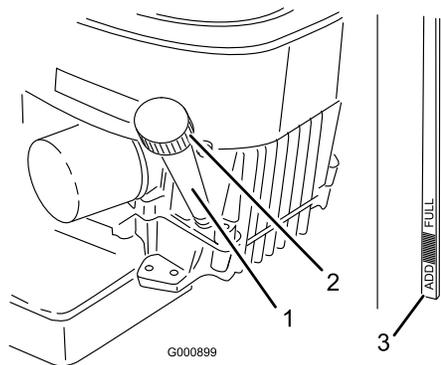

Figura 24
3. Limpie alrededor de la varilla de nivel de aceite (Figura 24) para impedir que caiga suciedad por el orificio de llenado y cause daños en el motor.
4. Desenrosque la varilla de aceite y limpie el extremo metálico (Figura 24).